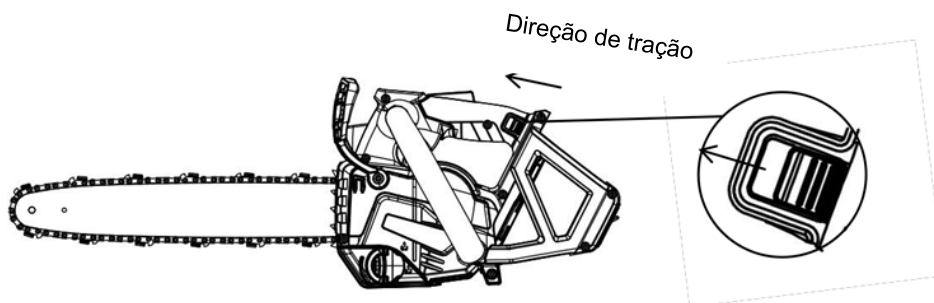

Fig 13
- a. Puxe o botão de bloqueio da bateria na pega em direção à barra guia e, em seguida, retire a bateria da tomada (Fig. 13).